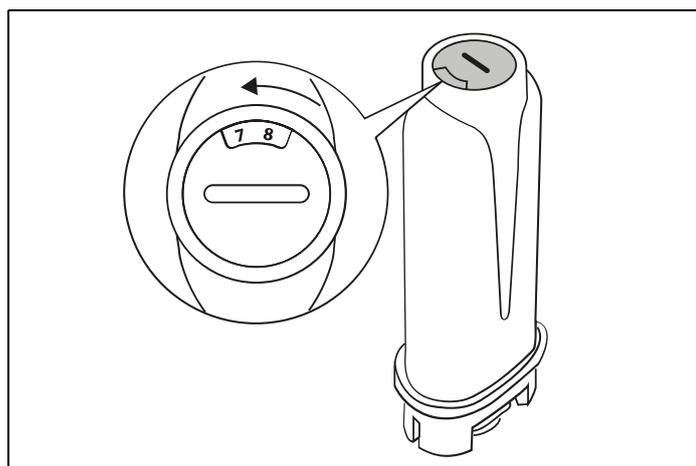

Fig. 60
- **T**ourner le dateur jusqu'à l'affichage des 2 prochains mois (Fig. 60) : tournez le dateur jusqu'à ce que les deux prochains mois d'utilisation soient affichés. Appuyez sur  NEXT ;